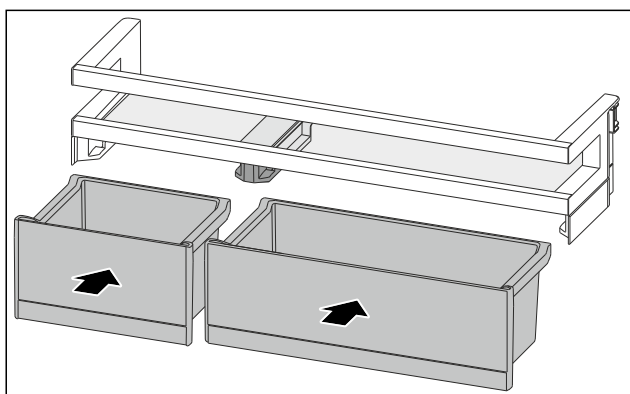

Fig. 225
- Aseta VarioBoxit käännettyssä järjestyksessä paikalleen. (katso Fig. 225)